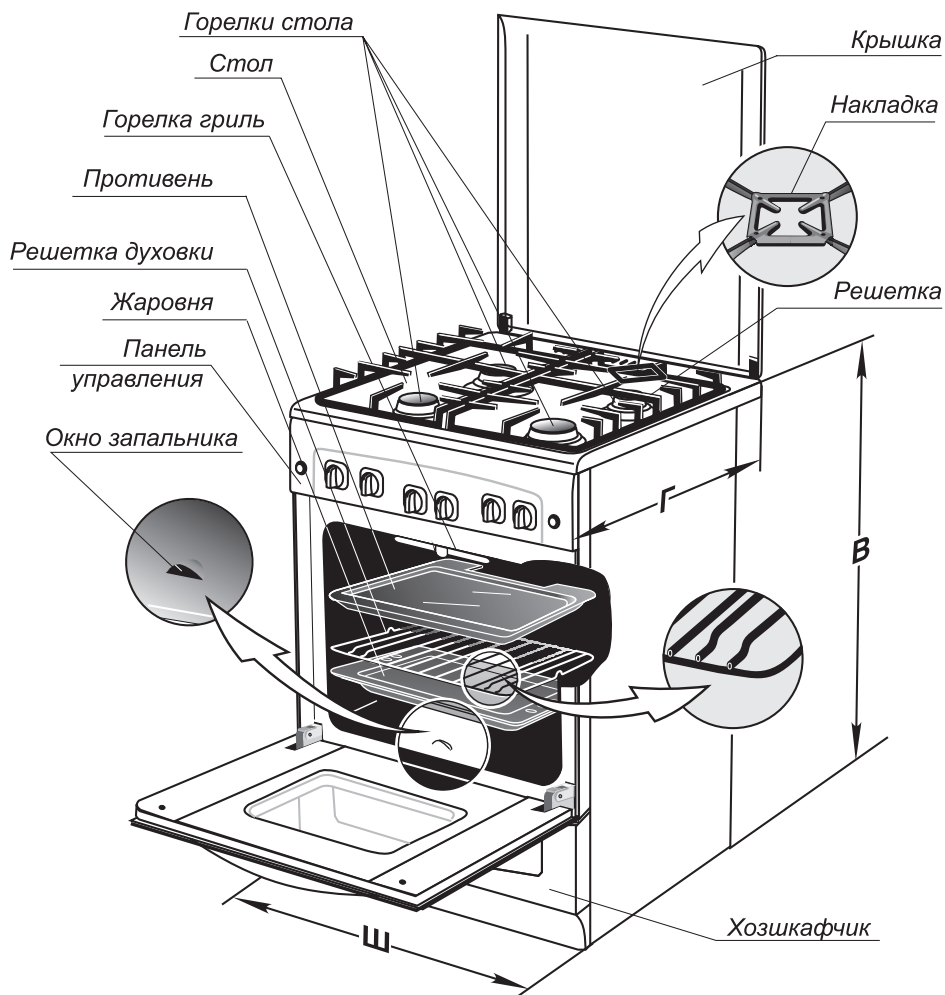

Рис.1
- (см. рис. 1) для плит мод.6100, 6300, 6500, 6700(с ножками) - 600x600x850